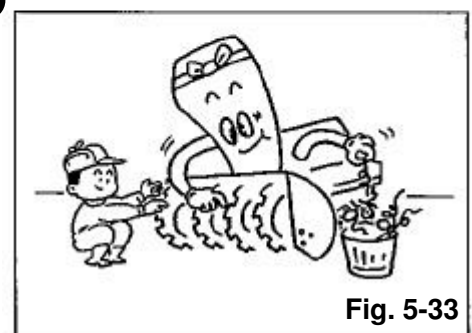

Fig. 5-33
2. Sollten sich Kunststoffschnur oder ähnliches um die Lüfter- oder die Schneckenwelle gewunden haben, so entfernen Sie dies. Wenn dies nicht geschieht, kann es sein, dass die Öldichtung des Schneckengetriebes beschädigt wird und sich Öllecks bilden oder es innerhalb des Getriebes zu Zahnradschäden kommt (siehe Abbildung 5-33).